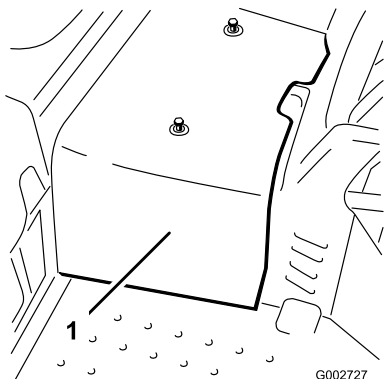

Figura 42
2. Desaperte os dois parafusos que fixam o resguardo central à máquina e retire o resguardo (Figura 42).